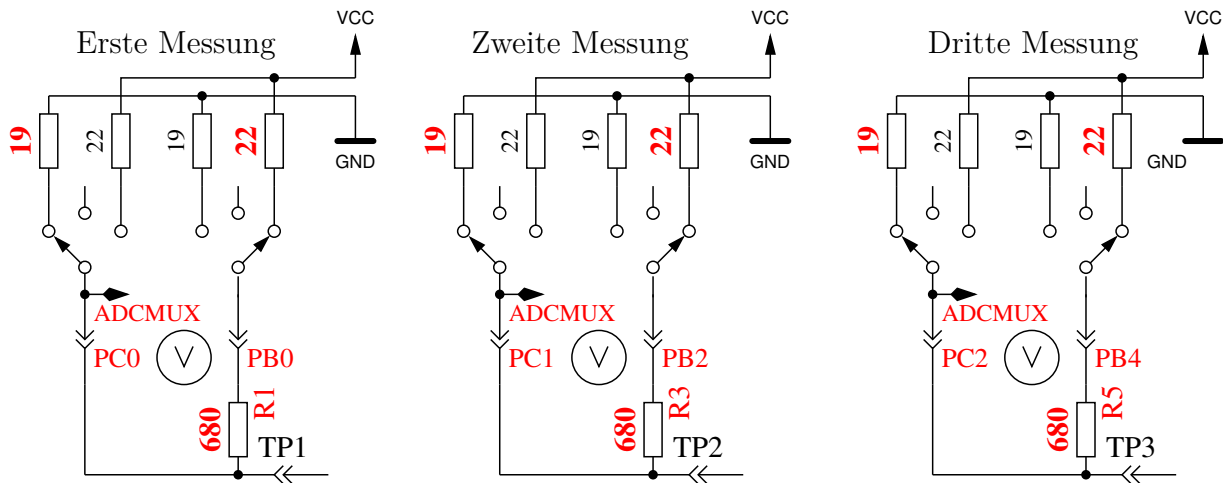

Abbildung 5.66. Messung des Innenwiderstandes von auf GND geschalteten Port-C-Ausgängen.
5. Dieser Schritt testet die **Fähigkeit von mit GND (-) verbundenen  $470k\Omega$ -Widerständen (H) die Testpins auf GND zu ziehen**. Zeile 1 zeigt den Text „RH-“. Zeile 2 sollte für alle drei Pinne Null mV anzeigen.
6. Dieser Schritt testet die **Fähigkeit von mit VCC (+) verbundenen  $470k\Omega$ -Widerständen (H) die Testpins auf VCC zu ziehen**. Zeile 1 zeigt den Text „RH+“. Der bestmögliche mV Wert für die drei Messungen wäre 0 in Zeile 2, da die Diffenz zu VCC dargestellt wird. Große Abweichungen vom Idealwert für Schritt 5 und 6 sind Fehler wie Isolations-Problem, Flussmittelreste oder beschädigter Port.
8. **Messung des Innenwiderstandes eines auf GND geschalteten Ausgangs.** Dieser und die folgenden Schritte werden nur bei gewählter AUTO\_CAL-Option durchgeführt. Die internen Port-C-Widerstände von auf GND (-) geschalteten Ausgängen werden mit dem Strom der nach VCC (+) geschalteten  $680\Omega$  Widerstände gemessen, siehe Abbildung 5.66. Es werden nur die drei Pins des ADC-Ports vermessen, die Widerstands-Ports PB0, PB2 und PB4 können nicht ohne Veränderung der Hardware gemessen werden. Es wird angenommen, dass die Portwiderstände von unterschiedlichen Ports nahezu identisch sind. Der Widerstandswert wird im nächsten Schritt mit ausgegeben.